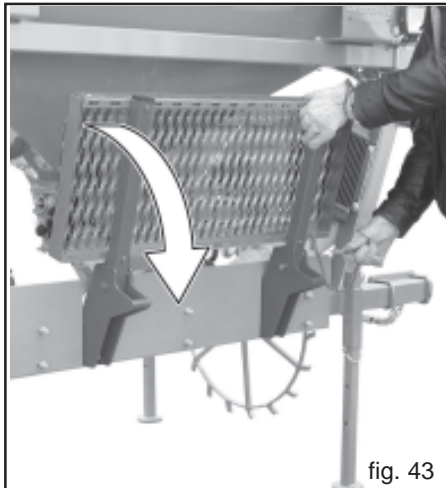

fig. 43
- 1) Faire reposer au sol les pieds de support de la machine. Retirer la cheville de fixation, puis renverser le marchepied d'inspection (Fig. 43).